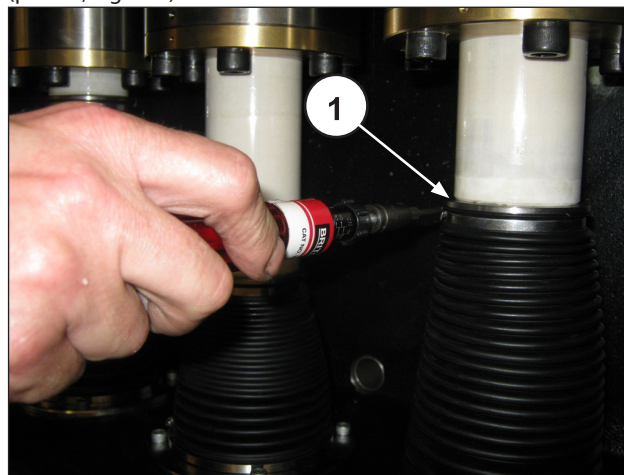

Fig. 163
Il riposizionamento del soffietto sul paraspruzzi ed il serraggio della fascetta che fissa il soffietto su quest'ultimo, andranno eseguiti dopo avere montato la testata e fissato il pistone (pos. ①, Fig. 163).